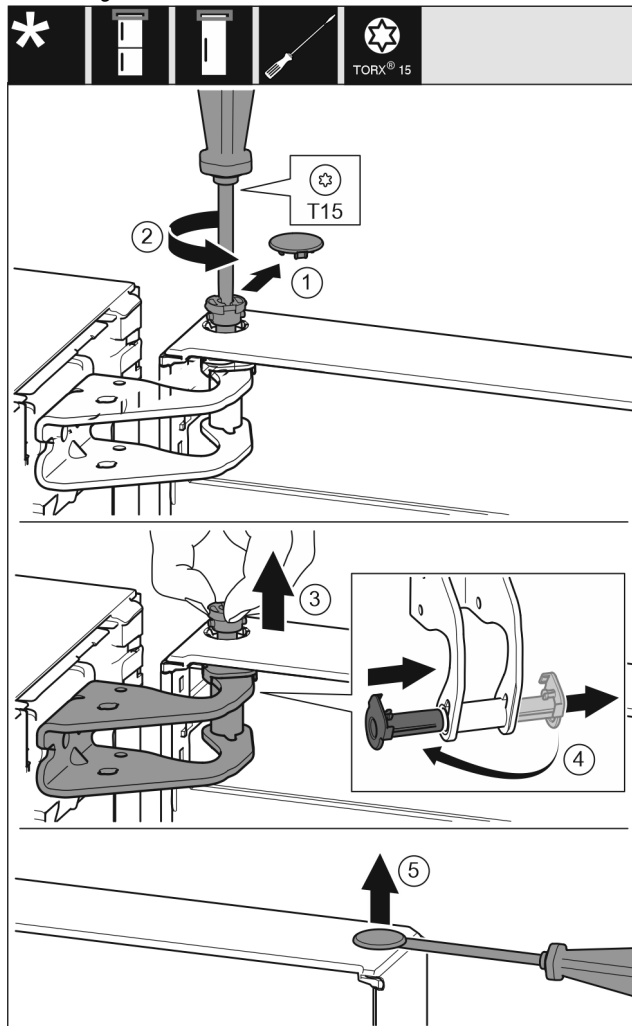

Fig. 7
- Ostrożnie zdjąć osłonę zabezpieczającą. *Fig. 7 (1)*
- Sworzeń wykręcić nieco przy pomocy śrubokręta T15. *Fig. 7 (2)*
- Przytrzymać drzwi i wyjąć sworzeń palcami. *Fig. 7 (3)*
- Tuleję łożyskową wyjąć z prowadnicy. Założyć z drugiej strony i zażębić. *Fig. 7 (4)*
- Zatyczkę ostrożnie podważyć przy pomocy śrubokręta i wyjąć z tulei łożyskowej drzwi. *Fig. 7 (5)*